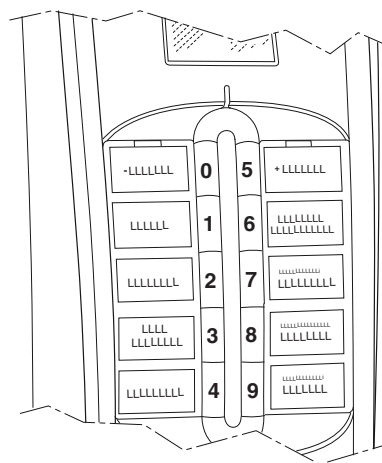

Fig. 12
- Mantenga pulsado el botón número 9 (véase la fig. 12) durante dos segundos.